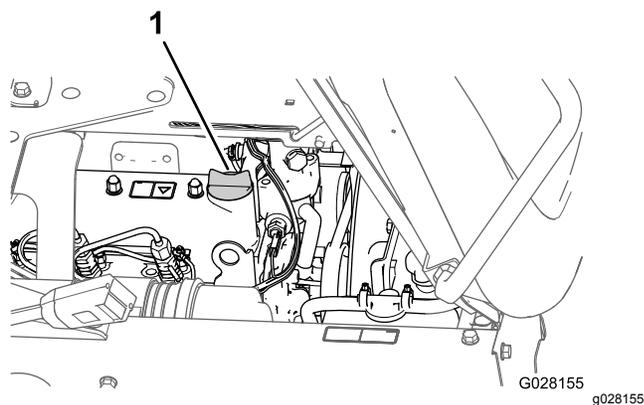

Figura 72
5. Retire o tampão de enchimento de óleo do tubo de enchimento da cobertura da válvula do motor e despeje lentamente cerca de 80% da quantidade especificada de óleo no tubo de enchimento (Figura 72).
8. Coloque o tampão de enchimento no tubo de enchimento (Figura 72).